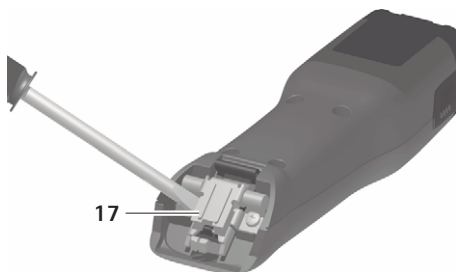

Fig. 1
- Se la cerniera delle lame è chiusa: aprire la cerniera 17 con il cacciavite, vedere Fig. 1.